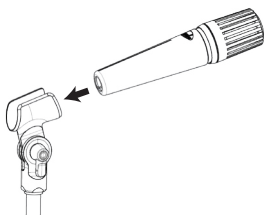

рис. 2
2. Установите микрофон в держатель согласно схеме (рис. 2)